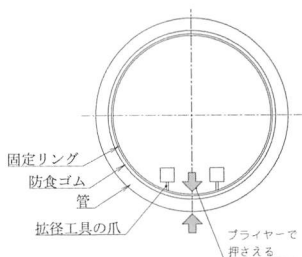

図 18 固定リングの拡径準備
- (2) 図 18 に示すように、拡径工具の爪と爪との間をプライヤーで押さえて、固定リングを管内面に沿わせる。